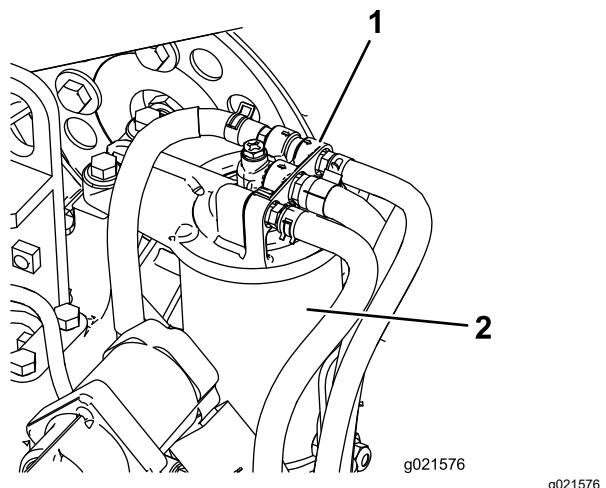

Bild 43
1. Reinigen Sie den Bereich um den Kraftstofffilterkopf (Bild 43).
2. Entfernen Sie den Filter und reinigen die Kontaktfläche (Bild 43).